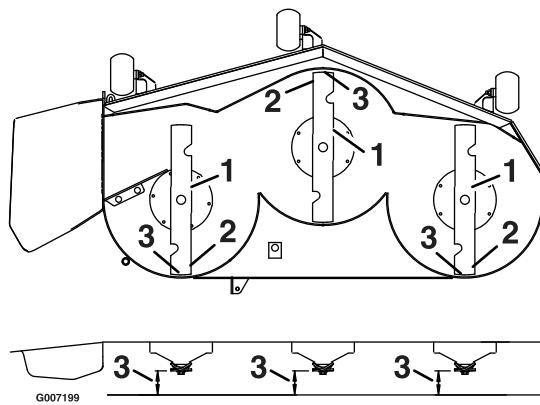

Figura 45
1. Gire las cuchillas hasta que los extremos estén orientados hacia adelante y hacia atrás (Figura 45). Mida desde una superficie nivelada hasta el filo de las cuchillas. Anote esta dimensión.